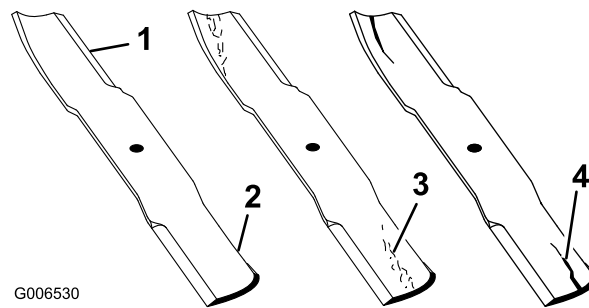

Figure 61
1. Examinez le tranchant des lames (Figure 61). Si les lames ne sont pas tranchantes ou si elles présentent des indentations, déposez-les et aiguissez-les (voir Aiguisage des lames).
2. Inspectez les lames, surtout la partie relevée (Figure 61). Remplacez immédiatement toute lame endommagée, usée ou qui présente une entaille (Figure 61).